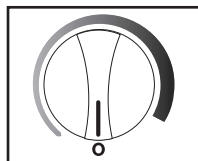

Fig. 14
* Para apagar el refrigerador para vinos (para no refrigerar) rote la perilla de control a la posición "0" (apagado). Ver Fig. 14